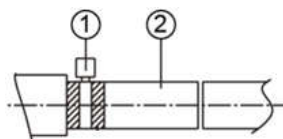
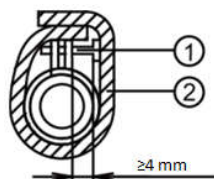

Fig. 20
Fig. 21
- (1). Insira o tubo de drenagem ② na saída da unidade e então aperte a abraçadeira de metal ① com segurança. (Fig. 20)
- (2). Conecte o tubo de drenagem de extensão ao tubo de drenagem e então aperte a abraçadeira com fita adesiva.
Aperte a abraçadeira até que a cabeça do parafuso ① que menos do que 4 mm distante da mangueira. (Fig. 21), abraçadeira de metal - Mangueira de drenagem Isole a abraçadeira de tubo e a mangueira de drenagem usando a espuma de isolamento térmico ②